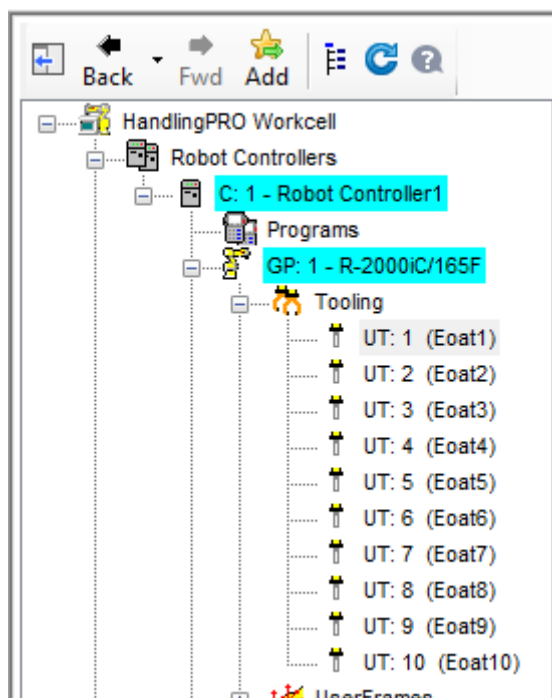

Рис. 5.8 Добавление инструмента
2. На втором шаге добавления инструмента откроем его свойства, как указано на рис. 5.8.